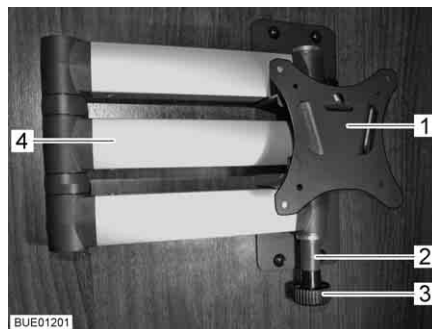

Bild 71 Fäste med ledad arm
- Dra i låsknappen (Bild 71,3). Den ledade armen (Bild 71,4) är upplåst.
- Vrid tillbaka den platta bildskärmen till utgångsläget, tills fästet (Bild 71,1) hakar fast i låset (Bild 71,2).